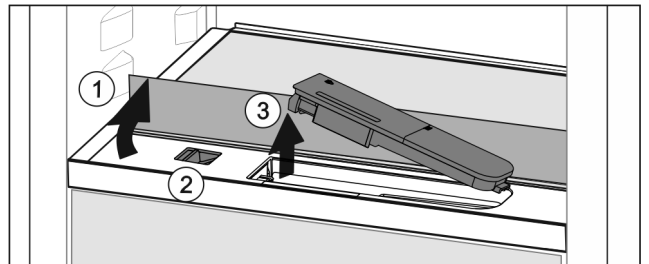

Fig. 150
- ▶ Lyft glashyllan och fäll bak den till anslag Fig. 150 (1).
- ▶ Skjut reglaget Fig. 150 (2) åt vänster.
- ▶ Ta ut vattenbehållaren Fig. 150 (3).